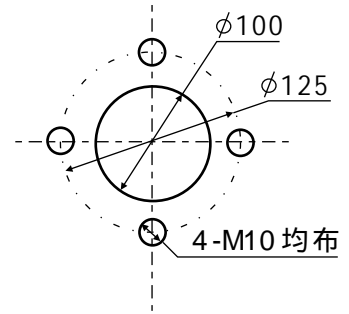

图6 法兰安装开孔尺寸
- 2、缆式探极为管螺纹或法兰安装（法兰安装开孔尺寸见图 6），只能顶装。
- 3、平面探极为法兰安装（法兰安装开孔尺寸见图 6），只能侧装。